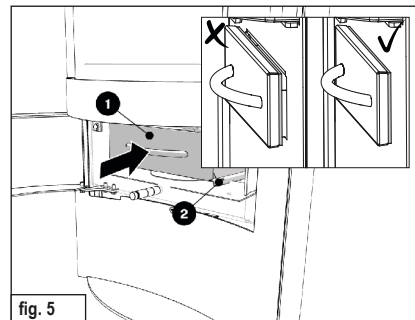

fig. 5
- ▶ Plaats de afdekking terug (❷) (fig. 5).
- ✓ Schuif de aslade (❶) terug in de opening, zodanig dat deze goed tegen de afdichting aanligt (fig. 5).